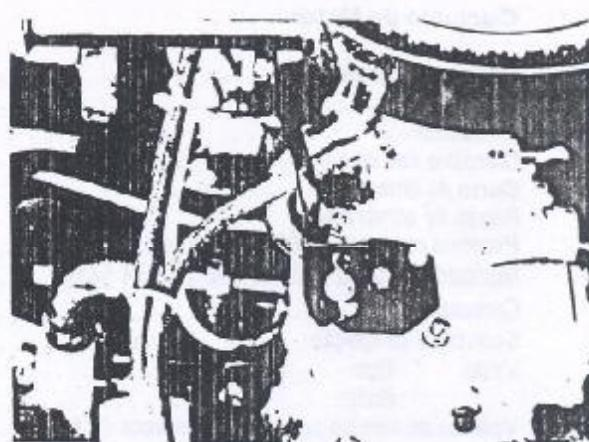

Figura 1.01.28 - Fixação dos tubos e chicotes
21. Instalar cintas para fixar os tubos do sistema de combustível e chicote do sensor magnético do sistema de ignição (Figura 1.01.28)